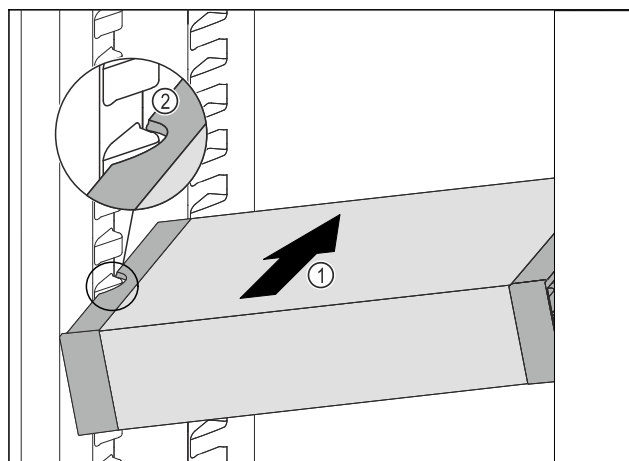

Fig. 126
- Inserire VarioSafe ad angolo nel vano frigorifero Fig. 126 (1), fino a quando le cavità laterali Fig. 126 (2) di VarioSafe non si trovano al livello della nervatura del contenitore nel vano frigorifero.